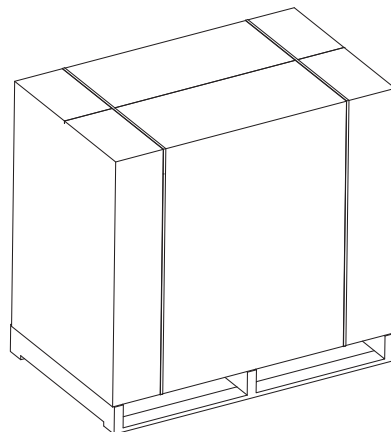
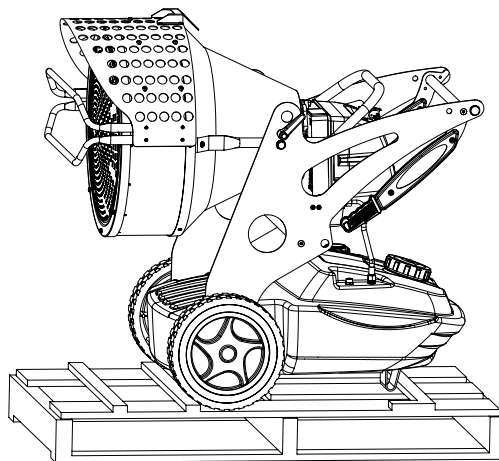

Figure 1 - Emballage
Figure 2 - Sur la palette
- Éliminer les supports utilisés pour emballer l'appareil (Fig. 1).
- Enlever les supports qui bloquent le générateur sur la palette (Fig. 2).
- Fixer solidement le générateur sur la plate-forme (Fig. 2).
- Lorsque c'est possible, placer l'emballage en carton depuis le haut sur la plate-forme en le fixant avec des matériaux ad hoc (Fig. 1).
le générateur comme sur la Fig. 1, ou du moins la Fig. 2.